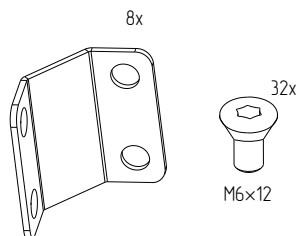

Рисунок 50
4.19.2 Проверить комплектность (рисунок 50).